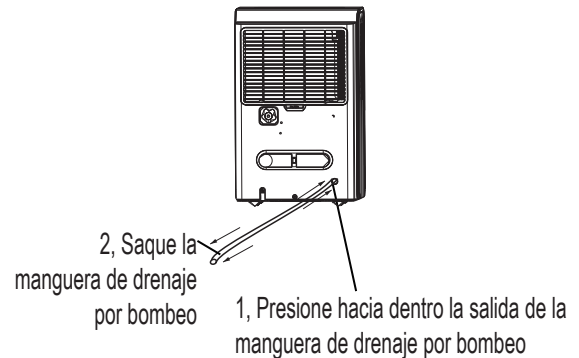

Imagen 13
- Presione hacia dentro la salida de la manguera de drenaje por bombeo y retire de ella la manguera de drenaje por bombeo (Ver Imagen 13). Asegúrese de no dejar que el agua de la manguera de bombeo gotee en el suelo.